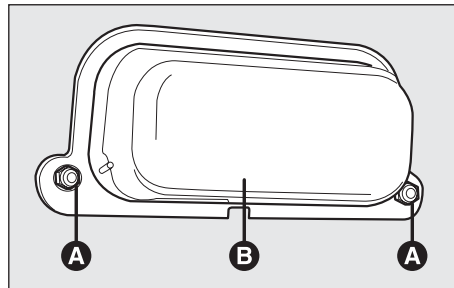

fig. 43
– Dévisser les deux écrous de fixation (**A-fig. 43**) et enlever le couvercle de protection (**B-fig. 43**).
— Remonter le couvercle de protection (**B-fig. 43**) en le fixant avec les écrous (**A-fig. 43**).